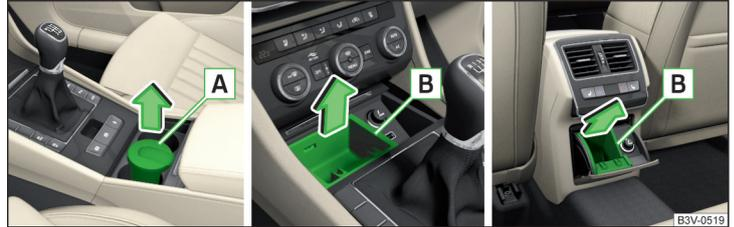

Abb. 126 Aschenbecher vorn herausnehmen / Aschenbechereinsatz vorn herausnehmen / Aschenbechereinsatz hinten herausnehmen
- Den Aschenbecher **A** (nicht am Deckel) fassen und in Pfeilrichtung **herausnehmen** » Abb. 126.
- Zum **Herausnehmen** des Einsatzes den Aschenbecher bis zum Anschlag öffnen, den Einsatz im Bereich **B** fassen und in Pfeilrichtung herausnehmen » Abb. 126.